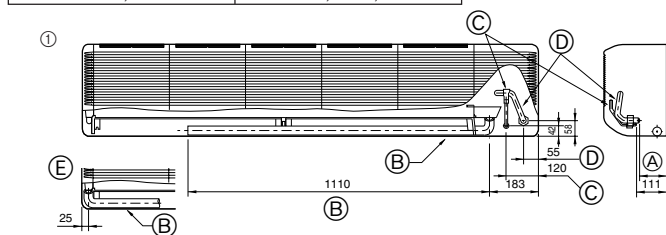

Fig. 4-2
- Расположение труб хладагента и дренажных труб (Fig. 4-2)